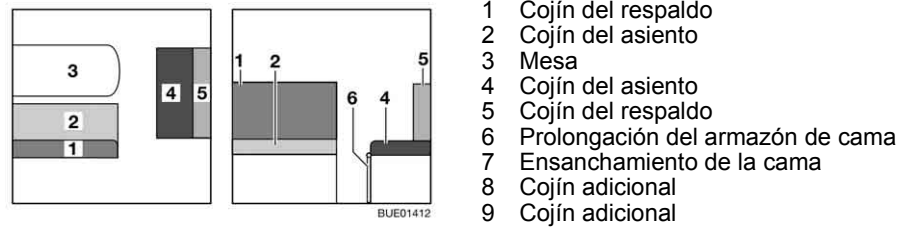
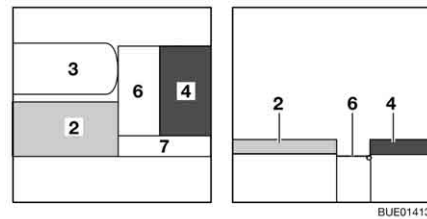
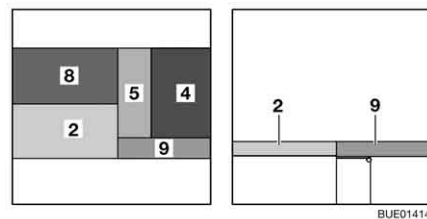

Fig. 118 Antes de la transformación
Fig. 119 Durante la transformación
Fig. 120 Después de la transformación
- Transformar la mesa (Fig. 118,3) en base de cama (véase apartado 6.12).
- Desplegar la prolongación del armazón de cama (Fig. 118,6).
- Enganchar el ensanchamiento de cama (Fig. 119,7) en el armazón de la cama y en la prolongación del armazón de cama.
- Quitar el cojín del respaldo (Fig. 118,1) y ponerlo a un lado.
- Quitar el cojín del respaldo (Fig. 118,5) y colocarlo en la prolongación del armazón de la cama (Fig. 119,6).
- Colocar el cojín adicional (Fig. 120,8) en la mesa.
- Colocar el cojín adicional (Fig. 120,9) sobre el ensanchamiento de cama (Fig. 119,7).